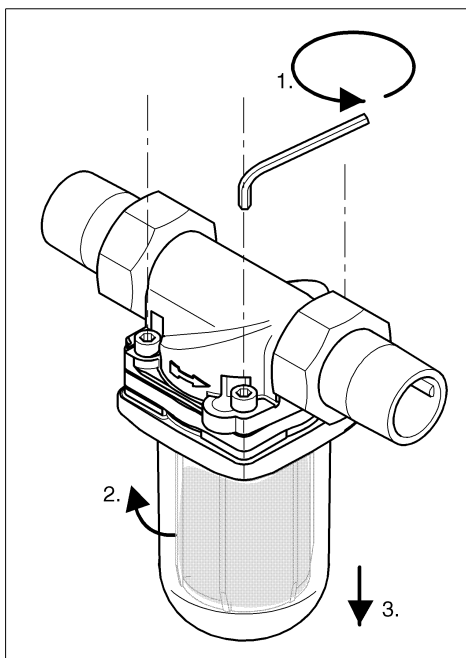

Abb. 4:
- 3 Alle vier Zylinderschrauben mit einem Innensechskantschlüssel lösen (Abb. 4).